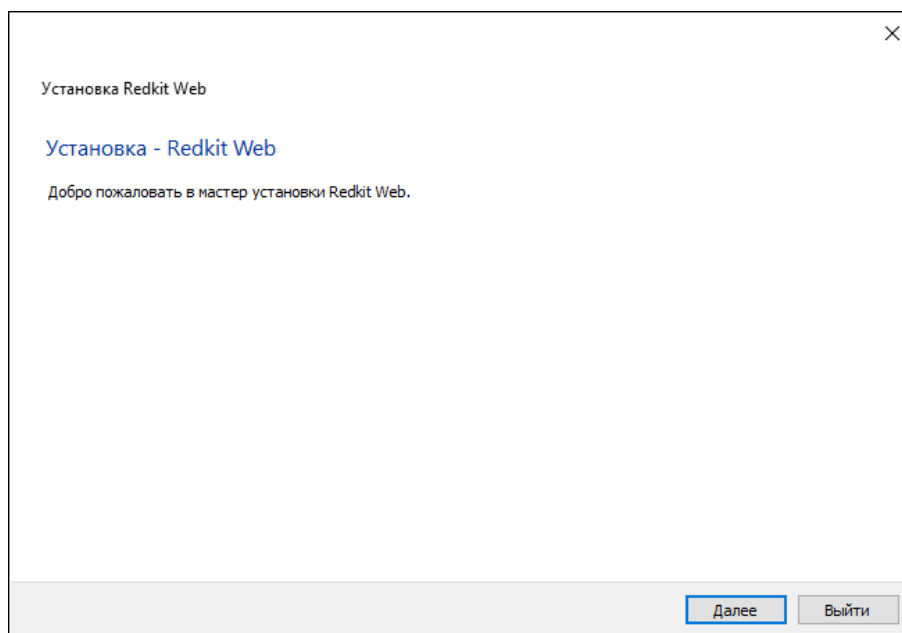

Рисунок 500 - Установка Redkit Web
2. В окне приветствия нажмите **Далее** (Рисунок 500).